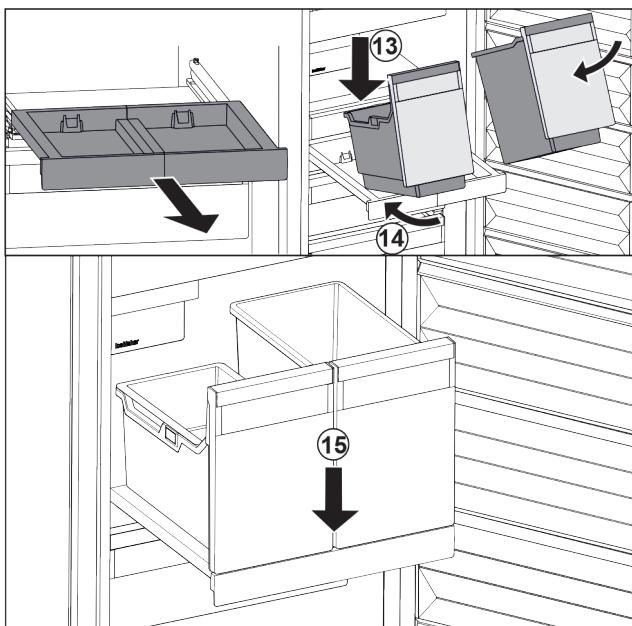

Fig. 110
- Встановити резервуар на витяжну панель навколо. Fig. 110 (13)
- Насунути резервуар навколо до заду. Fig. 110 (14)
- Резервуар опустити спереду. Fig. 110 (15)